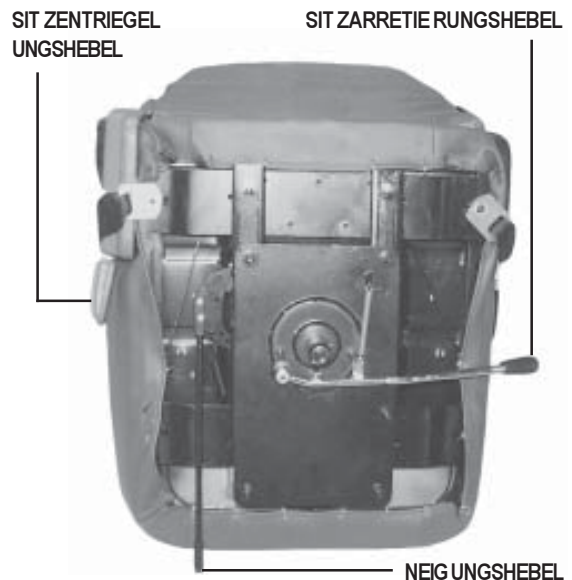

Abb. 14. Sitzeinstellungen
1. Sitzentriegelungshebel zur Seite ziehen. Siehe Abb. 14.
Ein Verriegeln des Sitzes in einer von acht Positionen ist mit dem Sitzarretierungshebel möglich. Siehe Abb. 14.
1. Neigungshebel ziehen, um die Rückenlehne zu entriegeln. Siehe Abb. 14.